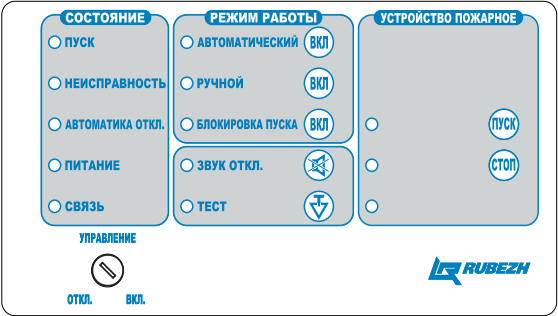

Рисунок 3- Панель управления ШУ
1.5.8 На лицевой стороне ШУ расположены индикаторы и органы управления с защитой от несанкционированного доступа. Все индикаторы и органы управления разделены на три группы **СОСТОЯНИЕ**, **РЕЖИМ РАБОТЫ** и **УСТРОЙСТВО ПОЖАРНОЕ** (Рисунок 3).
ШУ переводится в режим «**Автоматический**» нажатием кнопки «**ВКЛ.**» рядом с наименованием индикатора **АВТОМАТИЧЕСКИЙ** в поле **РЕЖИМ РАБОТЫ** панели управления (Рисунок 3). Нажатие кнопки подтверждается кратковременным звуковым сигналом и включением индикатора **АВТОМАТИЧЕСКИЙ**. При этом индикатор **РУЧНОЙ** или **БЛОКИРОВКА ПУСКА** гаснет.
ШУ в режиме «**Автоматический**» осуществляет управление работой электродвигателя соответствующего привода пожарного устройства в зависимости от состояний контактов датчиков. Состояния датчиков отображаются в поле **УСТРОЙСТВО ПОЖАРНОЕ** панели управления (Рисунок 3).
ШУ переводится в режим «**Ручной**» нажатием кнопки «**ВКЛ.**» рядом с наименованием индикатора **РУЧНОЙ** в поле **РЕЖИМ РАБОТЫ** панели управления (Рисунок 3). Нажатие кнопки подтверждается кратковременным звуковым сигналом и включением индикатора **РУЧНОЙ**. При этом индикаторы **АВТОМАТИЧЕСКИЙ** или **БЛОКИРОВКА ПУСКА** гаснут.
ШУ переводится в режим «**Блокировка пуска**» нажатием кнопки «**ВКЛ.**» рядом с наименованием индикатора **БЛОКИРОВКА ПУСКА** в поле **РЕЖИМ РАБОТЫ** панели управления (Рисунок 3). Нажатие кнопки подтверждается кратковременным звуковым сигналом и включением индикатора **БЛОКИРОВКА ПУСКА**. При этом индикаторы **РУЧНОЙ** или **АВТОМАТИЧЕСКИЙ** гаснут.